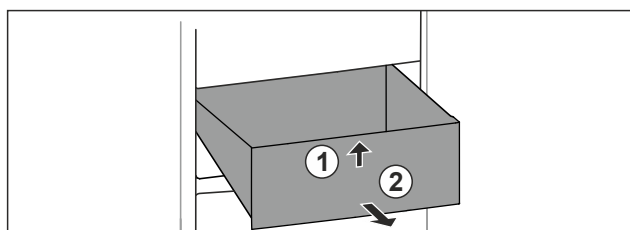

Fig. 101
- ▶ Soulever la partie avant du tiroir. Fig. 101 (1).
- ▶ Retirer le tiroir par l'avant. Fig. 101 (2)